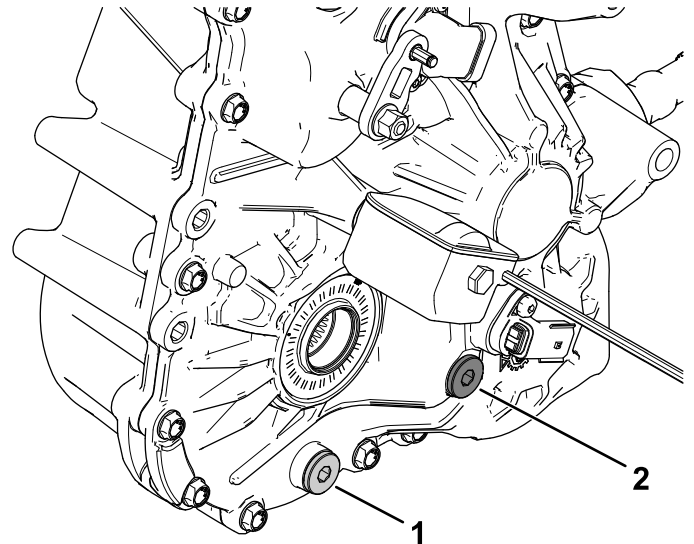

Bild 104
4. Entfernen Sie die Füllschraube am Getriebe (Bild 104).
5. Wenn der Ölstand niedrig ist, nehmen Sie die Füllschraube ab und füllen Sie die angegebene Ölsorte ein, bis das Öl aus dem Loch ausläuft (Bild 104).
1. Stellen Sie eine Auffangwanne unter die Ablassschraube (Bild 104).
2. Entfernen Sie die Füllschraube (Bild 104).
3. Entfernen Sie die Ablassschraube und lassen Sie das Öl vollständig ablaufen (Bild 104).